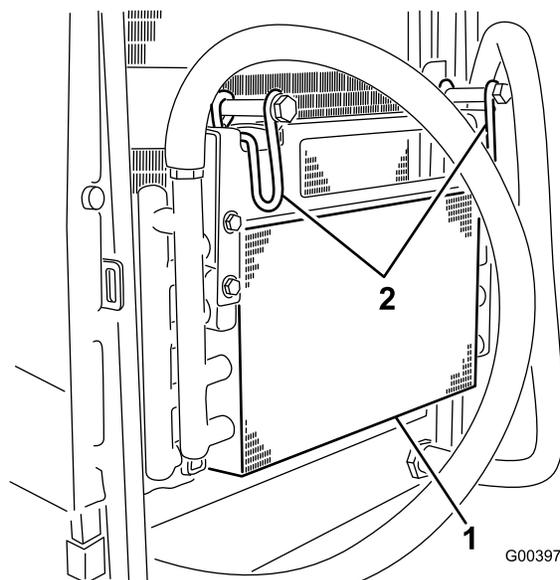

図 66
5. オイルクーラのラッチを内側に倒してオイルクーラを外す 図 66。